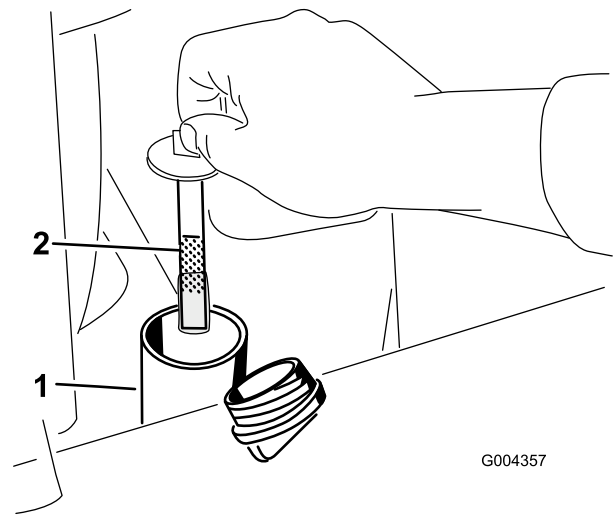

**Figura 18**
5. Limpie la zona alrededor del cuello de llenado del depósito de aceite hidráulico (Figura 18).